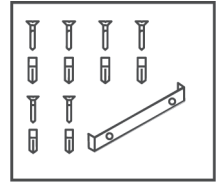

Рис. 13
6. Если Ваша вытяжка будет работать в режиме рециркуляции, на короб мотора необходимо установить угольные фильтры (в комплект поставки не входят) (рис. 9). При этом режиме установка воздуховода на вытяжку не требуется. Рис. 13
8. Поместите внутренний декоративный короб в наружный (для модели Bella 3P). Установите наружный короб на корпус вытяжки и закрепите его винтами. Внутренний короб поднимите вверх до со вмещения узлов крепления короба и планки и соедините их винтами (рис. 13).